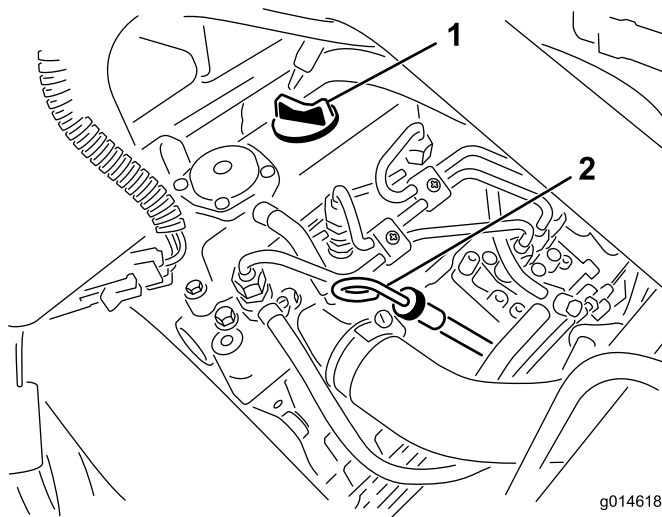

Figura 28
2. Togliete l'asta di livello ed asciugatela con un panno pulito (Figura 28). Inserite l'asta di livello nel tubo, assicurandovi che sia inserita fino in fondo. Estratete l'asta di livello dal tubo e controllate il livello dell'olio. Se il livello dell'olio è basso, togliete il tappo di riempimento dal coperchio della valvola e versate **lentamente** una quantità di olio sufficiente ad alzarne il livello fino al segno di pieno (Full) sull'asta. Rabboccate lentamente l'olio e controllate spesso il livello durante questa operazione. **Non riempite troppo..**